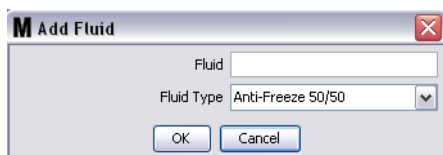

FIG. 95
3. Voer een naam in voor de vloeistof in het veld Vloeistof op het scherm Vloeistof toevoegen (FIG. 95) (maximaal 40 tekens). Om rapportering en identificatie te vergemakkelijken, is het aanbevolen om korte vloeistofnamen te gebruiken.